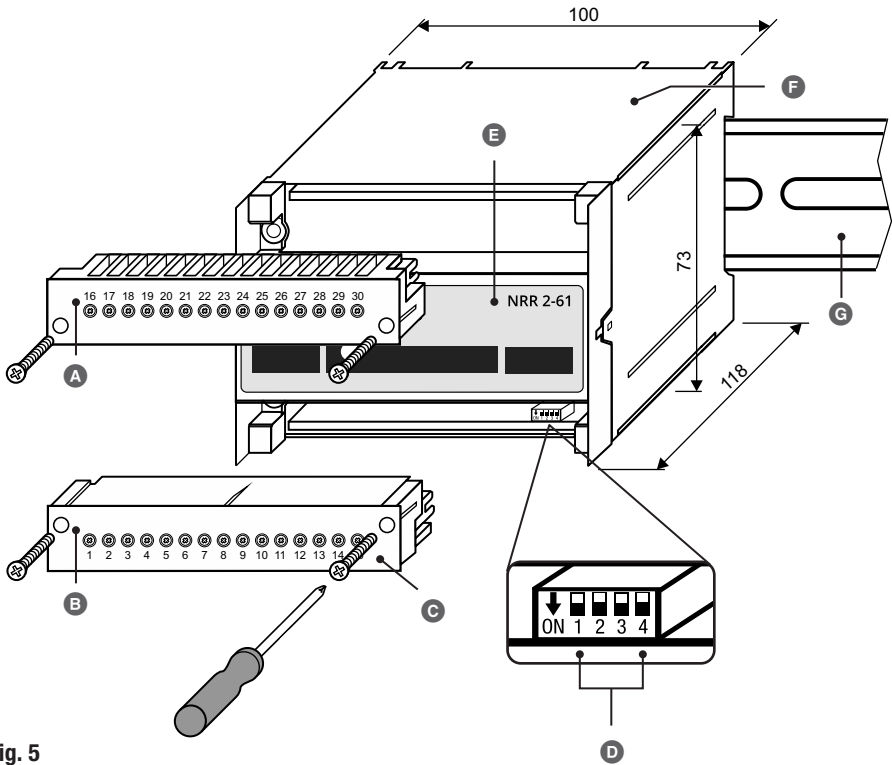

Fig. 5
Si besoin est, vous pouvez modifier à tout moment le débit en bauds et le groupe de régulateurs du régulateur de niveau NRR 2-61 sur le commutateur code  (voir **Fig. 5**).
2. Dévisser le bornier inférieur et le retirer, voir **Fig. 5**.
3. Effectuer les réglages souhaités sur le commutateur code  (voir **Fig. 5**), voir page 23, **Fig. 9**.
Déterminer sur le commutateur code **Ⓢ** Fig. 5 le groupe de régulateurs et le débit en bauds du régulateur de niveau. Le raccordement des différentes électrodes de niveau et le paramétrage correspondant sur l'appareil de commande et de visualisation URB 60 permettent d'obtenir les fonctions de régulation souhaitées.